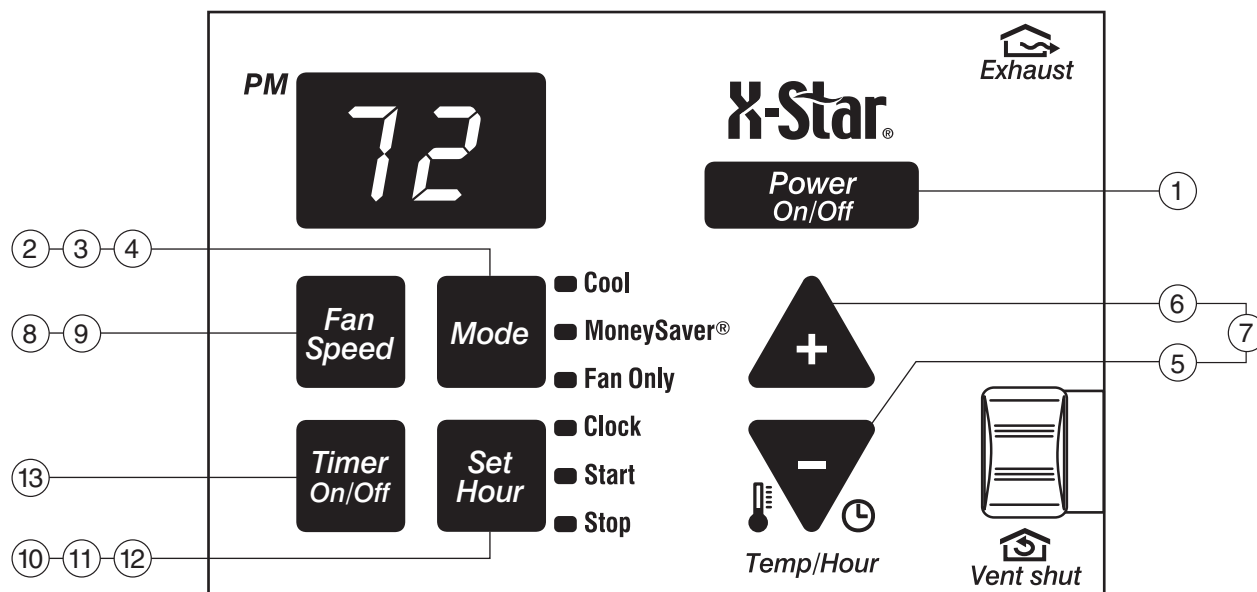

Figura 3
- ② Cool (enfriamiento) - El botón de COOL pondrá a la unidad automáticamente en la modalidad de enfriamiento.
- ③ FAN ONLY (ventilador únicamente) - Presione el botón de FAN ONLY si desea hacer funcionar el ventilador únicamente. Usted puede querer hacerlo funcionar junto con la función de FRESH AIR / EXHAUST (aire fresco/tubo de escape) si desea traer aire fresco a la habitación o hacer salir el aire interior. (La función marcada EXHAUST [ESCAPE/DESCARGA] está localizada en el lado superior derecho del centro de controles electrónicos del aparato de aire acondicionado). Refiérase a la Figura 3 en la página 13.